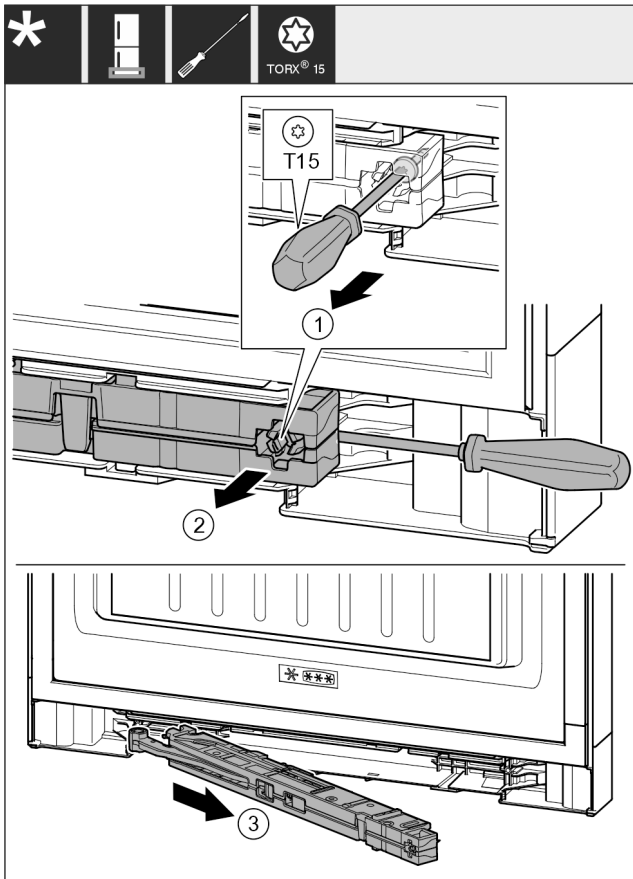

Fig. 17
- ▶ Schroef op de sluitdempeleenheid met schroevendraaier T15 ca. 14 mm losdraaien. Fig. 17 (1)
- ▶ De schroevendraaier aan de kant van de greep achter de sluitdempeleenheid aanbrengen. Eenheid naar voren draaien. Fig. 17 (2)
- ▶ Eenheid eruit trekken. Fig. 17 (3)